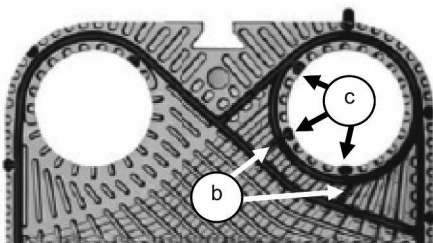

Рис.9
- Для другой половины используйте ножницы, чтобы удалить все петли Plug-In® и, если есть, все соединяющие перемычки между диагональю и манжетой (Рис. 9 b). Итак, следуя порядку, описанному в пункте 5.7.3., закрепите уплотнители без манжет. Модели со специальным первым уплотнителем: нет необходимости в обрезке; закрепите уплотнители, как это описано в пункте 5.7.3. Не закрепляйте манжеты.
- Модели, спроектированные с петлями Plug-In® внутри манжет: используя ножницы, обрежьте петли Plug-In® в манжетах (Рис.9 с), соответствующих закрытым отверстиям. Затем, следуя порядку действий в пункте 5.7.3., закрепите только соединяющие перемычки между диагональю и манжетой.